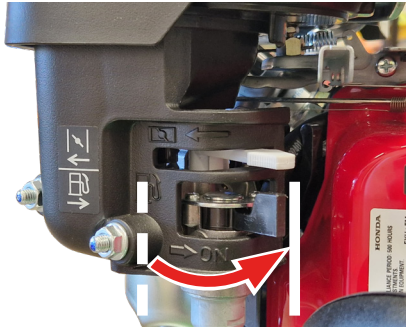

Fig. 7C – Manípulo de combustível aberto.
3. Coloque o manípulo de combustível na posição *on* [Ligado] (Fig. 7C).